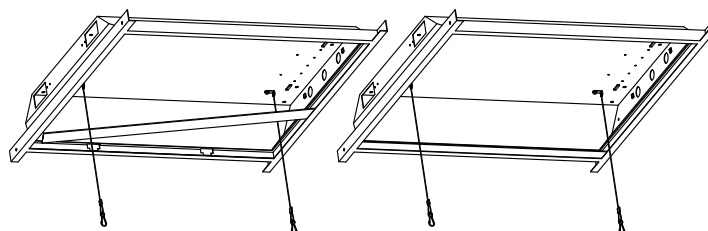

Fig. 2
2. Utilisez une des pièces de support et placez-la sous le boîtier et la grille en T sur le côté avec des câbles de sécurité. (Fig. 2)